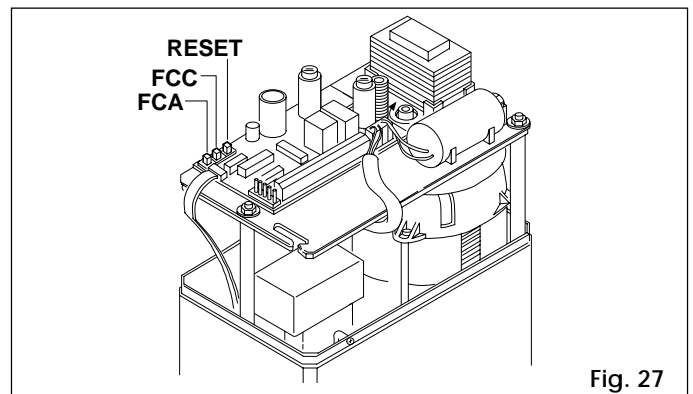

Fig. 27
- 7) Sin mover la cancela, efectuar en el orden indicado las siguientes operaciones en el equipo 826 MPS (fig. 27):
- 9) Sin mover la cancela, efectuar en el orden indicado las siguientes operaciones en el equipo 826 MPS (fig. 27):